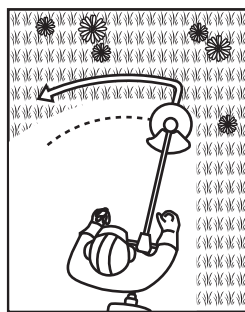

Fig. 23
5. Déplacez le produit lentement en créant un arc régulier de gauche à droite et ramenez-le à la position de départ avant de tailler la zone suivante (Fig. 23).